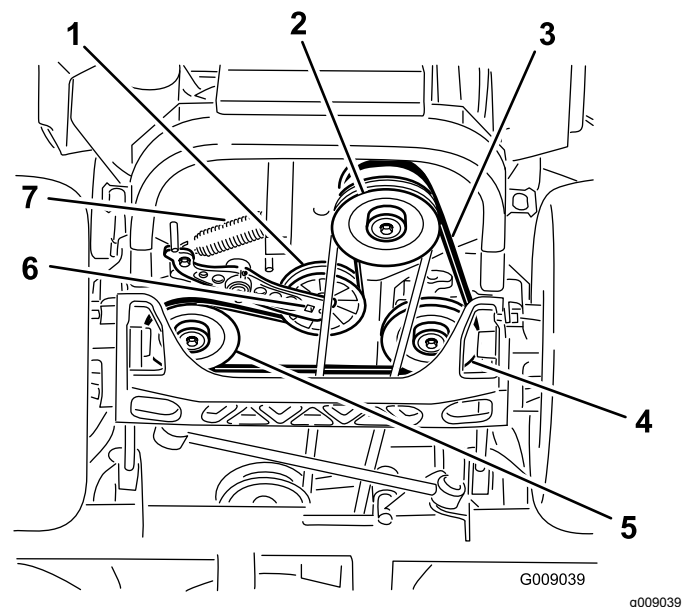

Figura 88
4. Eleve a máquina e apoie-a (Figura 88).
5. Utilize uma lingueta no orifício quadrado no braço intermédio para retirar a mola intermédia (Figura 88).
6. Desengate a mola intermédia da estrutura (Figura 88).
9. Utilize uma lingueta no orifício quadrado no braço intermédio; coloque a mola intermédia na estrutura (Figura 88).